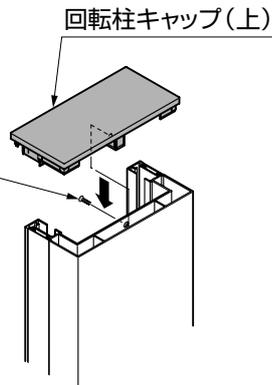

図7-2
- ②回転柱キャップ(上)を【1-1】で取付けてください。(図7-2参照)